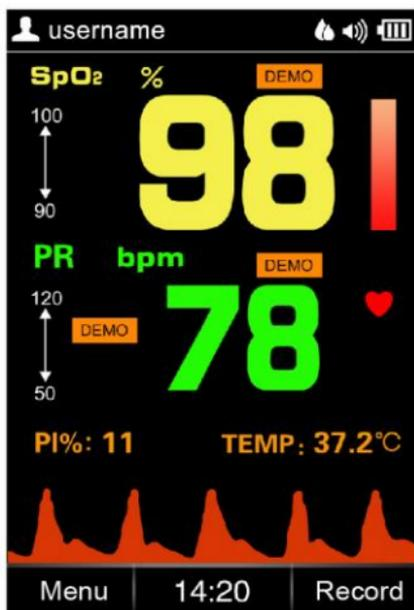

Figura 4.10K Modalità demo
- Demo (dimostrazione): Per accedere alla modalità di dimostrazione, come mostrato nella figura 4.10K.